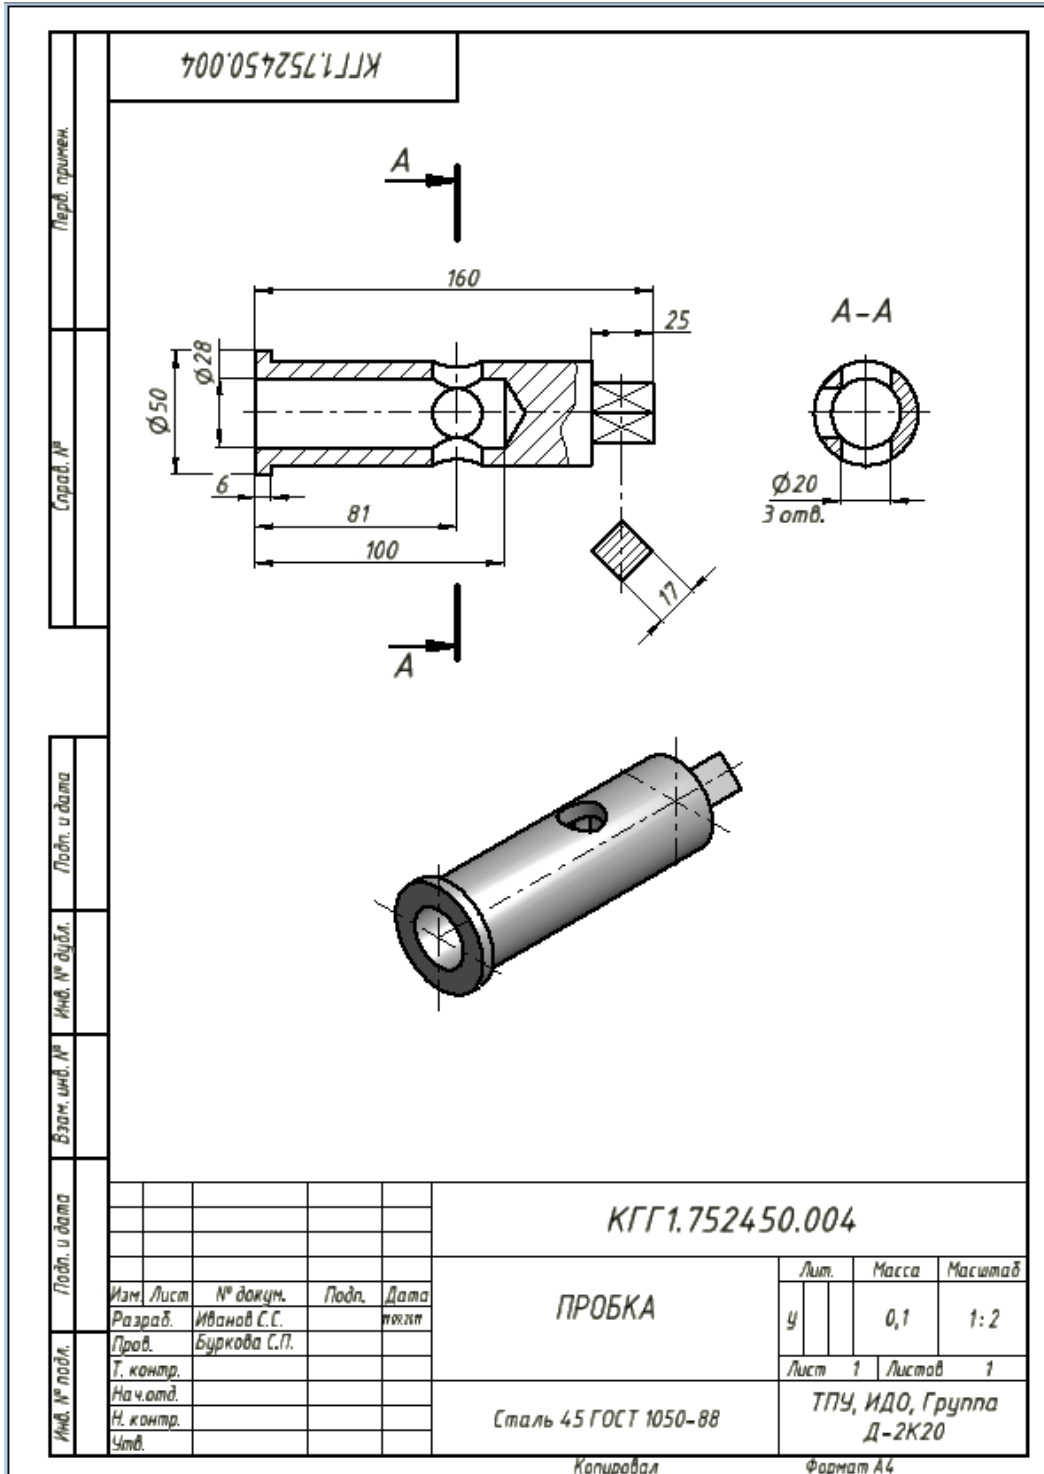

Рис. 3.58. Чертеж пробки
- Выполните самостоятельно чертеж пробки в соответствии с рис. 3.58.